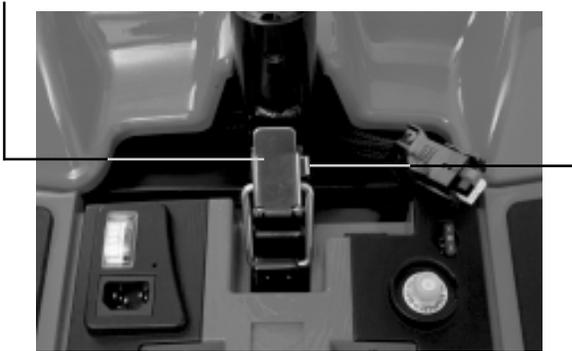

Abb. 18. Kniehebelverschluß
1. Entriegelungsknopf drücken und gleichzeitig den Kniehebelverschluss ziehen. Siehe Abb. 18.
5. Kniehebelverschluß sichern. Siehe Abb. 18.